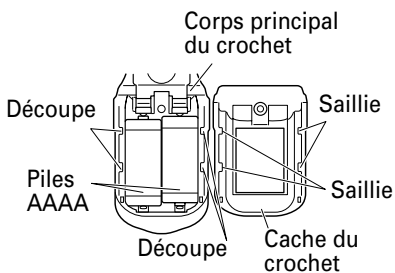

Fig. 17
- (b) Retirer les piles usées et insérer des piles neuves. Les aligner sur le crochet et disposer les bornes positive (+) et négative (-) correctement. (Fig. 17)
4. Contrôle des balais en carbone (Fig. 17)